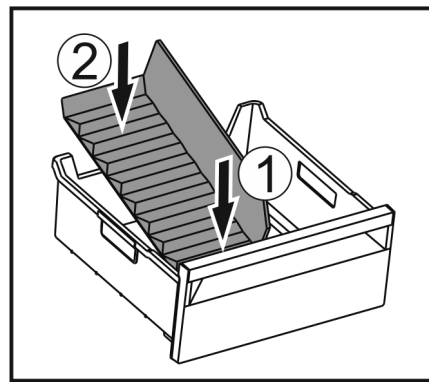

Fig. 114
- 装入冰格分隔器前部。 Fig. 114 (1)
- 将冰格分隔器后部放低至抽屉底板。 Fig. 114 (2)